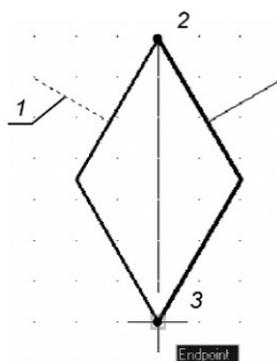

Рис. 4.3. Зеркальное отображение перпендикуляра
3. Построить зеркальное отображение перпендикуляра с помощью команды **Mirror** (Отражение) в соответствии с рис. 4.3. Для этого необходимо: